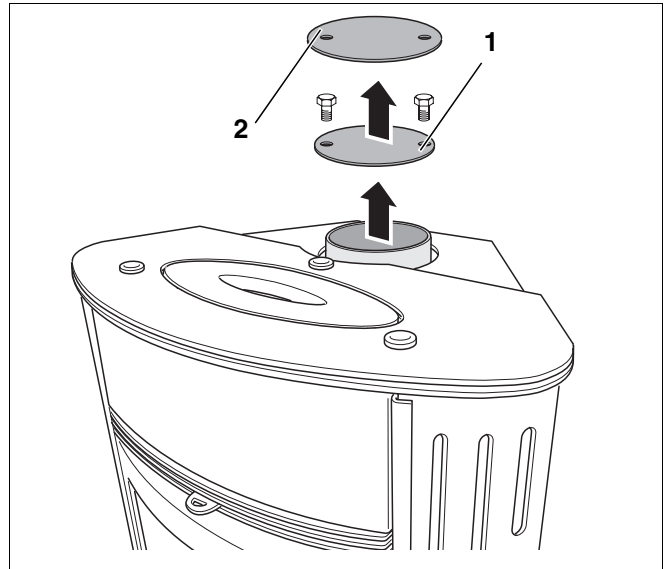

Abb. 11 Abdeckplatte innen und Abdeckblende
- Abdeckplatte innen (Abb. 11, **Pos. 1**) am Abgasanschluss Oberseite mit den 2 Schrauben befestigen.
- Neue Abdeckblende (Abb. 11, **Pos. 2**) in die Aussparung oben legen.